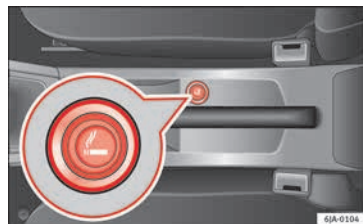

Abb. 152 Mittelkonsole: Zigarettenanzünder
Der Zigarettenanzünder befindet sich in der Mittelkonsole vorn **» Abb. 152**.
- Drücken Sie den Anzünderknopf des Zigarettenanzünders **» Abb. 152** hinein.